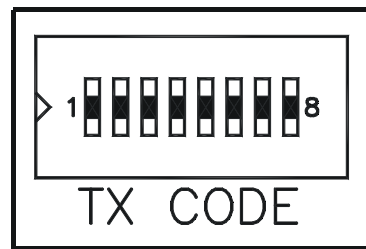

Figura 7
1. Impostare a proprio piacimento, sul dip-switch "TX CODE" (vedi Figura 7), il codice relativo alla identificazione del canale trasmesso.